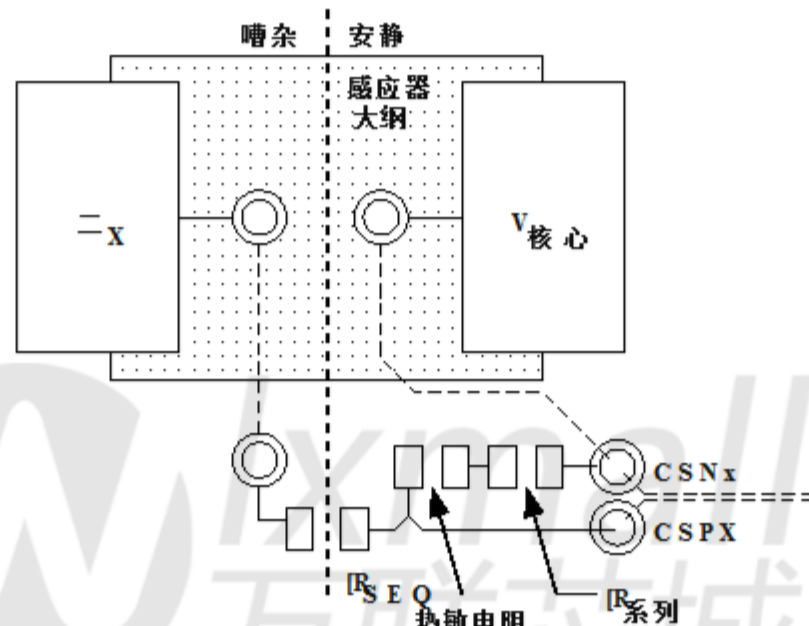

图53.为感应DCR进行电感的开尔文连接
- 与用于电流感测的电阻器或电感器的焊盘进行开尔文连接。见图53的一个布局示例。